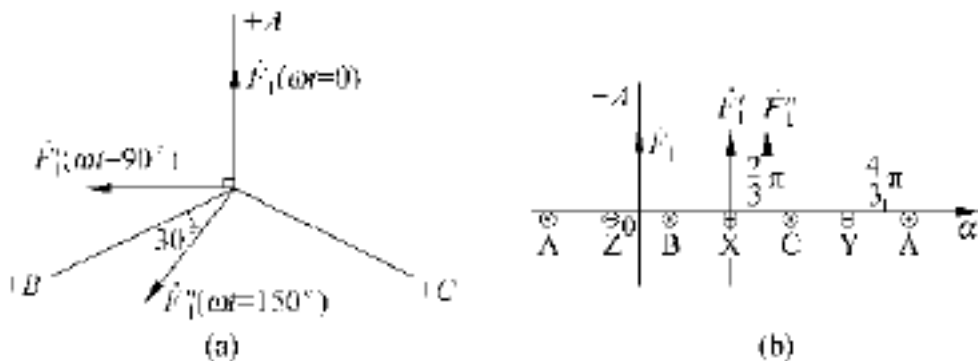

图 6.8
(2) $t = 0^\circ, 90^\circ$ 和 150° 三个瞬间磁通势矢量图及磁通势的位置见图 6.8(a)、(b)。